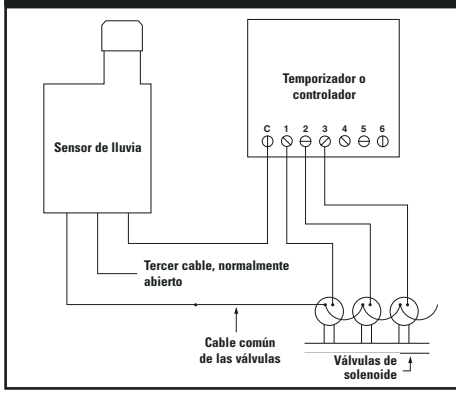

FIGURA 3: Cableado
B. Válvulas de solenoide de 24 voltios con bomba de refuerzo (vea la figura 3). Localice el cable común de las válvulas de solenoide y el cable común que va a la bobina del relé que arranca la bomba. Si estos dos cables están conectados al terminal común del controlador, desconecte ambos. Trencé los cables junto con uno de los cables del sensor y sujételos con un capuchón de empalme. Conecte el otro cable del sensor de lluvia al terminal común del controlador. **Nota: El circuito de la bomba debe tener una salida de 24 voltios en esta situación. No continúe si la salida es distinta.**